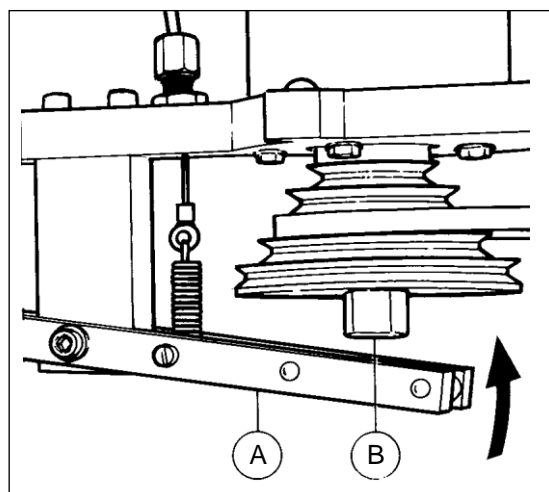

Abb.17
-Dann muss das Frässpindel-Arretierung-Hebel nach unten auf Position (Abb. 17 B) geschoben werden.
-Die Spindel manuell drehen, um die Spindel in Verriegelung zu bringen (Abb. 17 A-B).